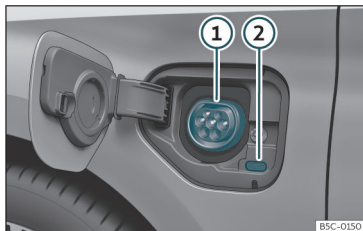

Abb. 191 Hinter der Batterieklappe vorn links: Ladedose
» » **Abb. 191**
• Drücken Sie bei entriegeltem Fahrzeug auf die Batterieklappe, um diese zu öffnen » » **Abb. 191**.